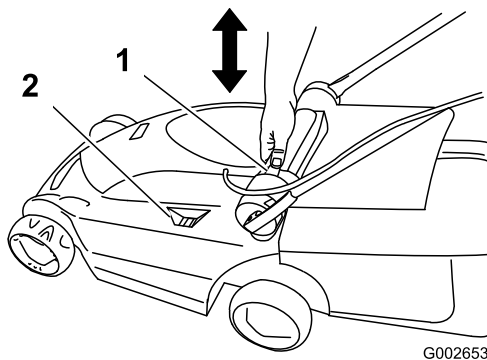

Рисунок 19
- Нажмите большим пальцем кнопку регулировки высоты скашивания и переведите рукоятку установки высоты скашивания вверх или вниз в требуемое положение, имеющееся на указателе высоты скашивания (Рисунок 19).